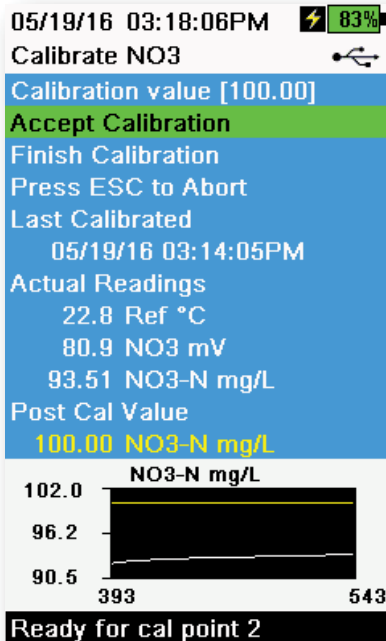

Figura 60 Calibração ISE
8. Observe as leituras de medição reais para estabilidade e selecione **Aceitar Calibração** (Figura 60). "Pronto para cal. ponto 3" aparece na área de mensagens.